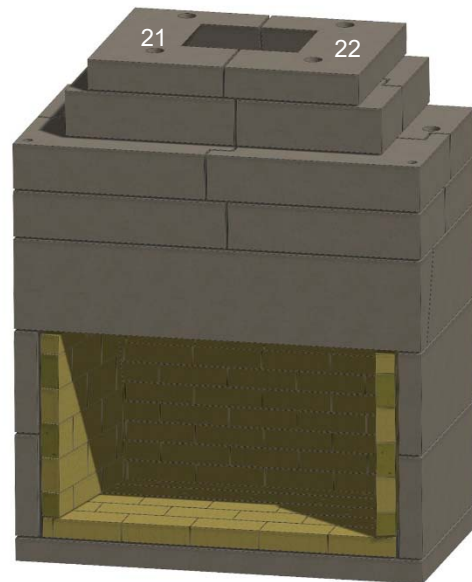

Figura 16. Tapa de la garganta
L. Instale las piezas de la tapa de la garganta, elementos 21 y 22. Véase la figura 16.